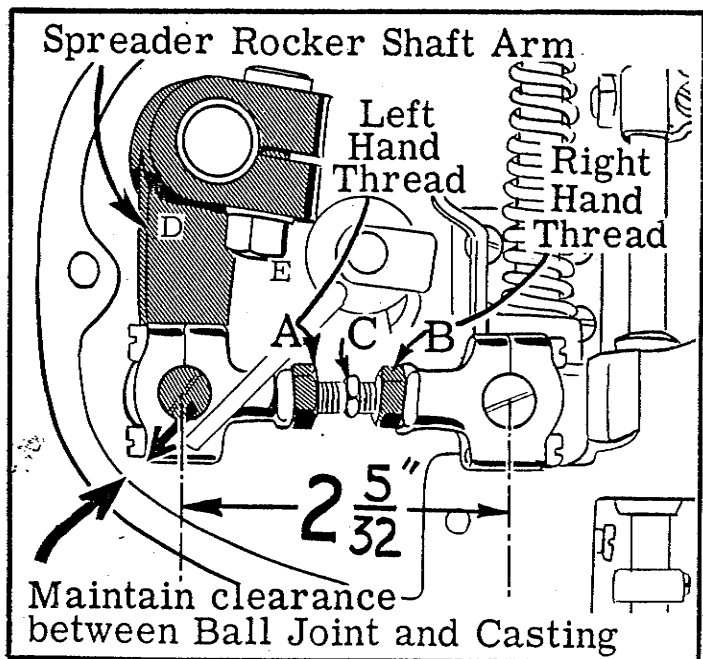

Fig. 37
Fig. 37 Hasta aquí los ajustes y procedimientos de las máquinas anteriores Clase 52800 y nuevas de la Clase 57800 han sido bastante iguales. Sin embargo algunos de los mecanismos para el recubridor han sido cambiados de manera que los procedimientos de ajuste están previstos para cada uno. Es aconsejable sacar el pie prensatelas ahora para los ajustes siguientes. La primera comprobación en el ajuste del recubridor de la 52800 es la distancia entre los centros de las bolitas dentro de las bielas de la varilla de conexión del recubridor. Esta medida deberá ser de  $2\frac{5}{32}$ " de pulgada (54.77 mm.) El ajuste es realizado aflojando las tuercas de fijación (A y B) girando la varilla de conexión (C) según sea requerido.
Fig. 37 (Cont.) La separación entre la biela de la varilla de conexión y el casco de la máquina debe ser mantenida. Para obtener la suficiente separación, afloje la tuerca (E) y gire el brazo oscilador eje (D) según sea necesario. Apriete de nuevo la tuerca (E).